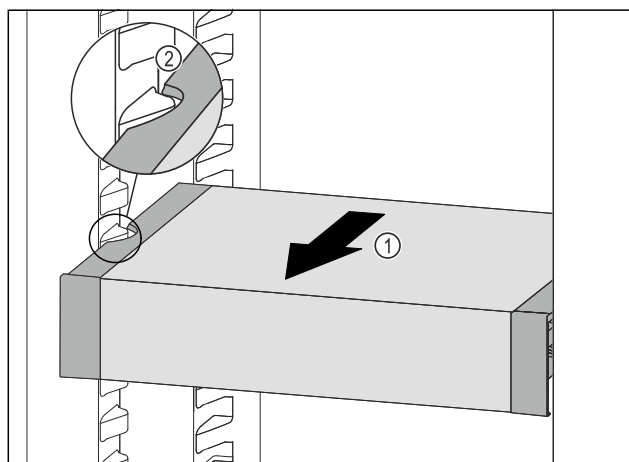

Fig. 67
- Dra VarioSafe framåt Fig. 67 (1) tills sidofördjupningarna på VarioSafe är i samma nivå som behållarlisterna i kyldelen. Fig. 67 (2)